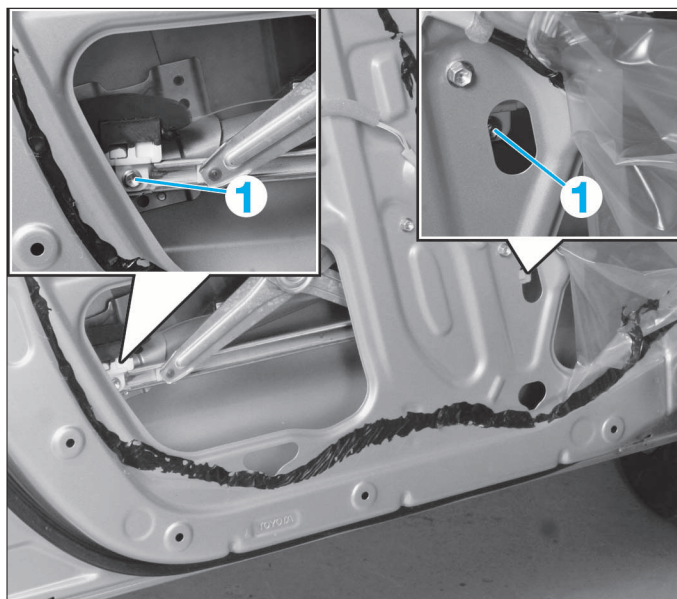

FIG. 38
- Rebrancher l'interrupteur de lève-vitres et descendre la vitre jusqu'à apercevoir les vis de fixation (fig. 38).
- Déposer les vis de fixation (1) du rail de guidage.